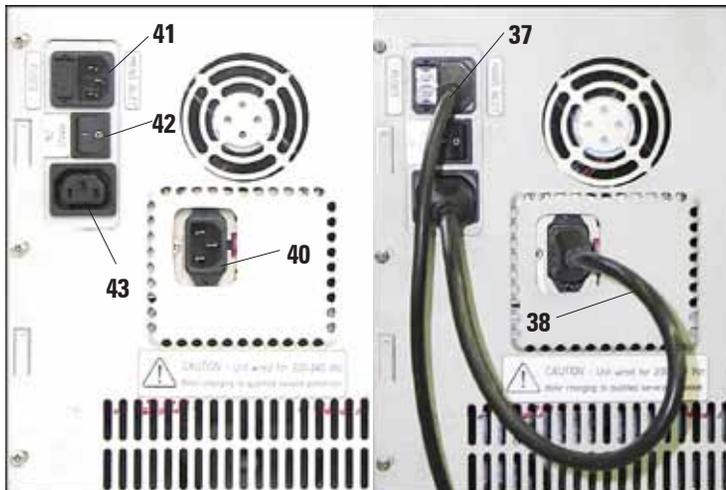

Fig. 4
O aparelho deve ser colocado de modo que a chave de alimentação em sua parte traseira (item 42 na fig. 4) esteja ao alcance o tempo todo.